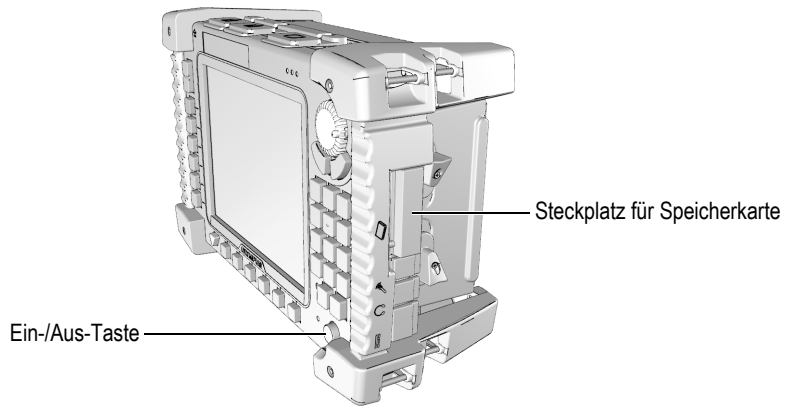

Abbildung 1-17 Das Omniscan MX-Gerät
5. Am OmniScan-Gerät (siehe Abbildung 1-17 auf Seite 38):